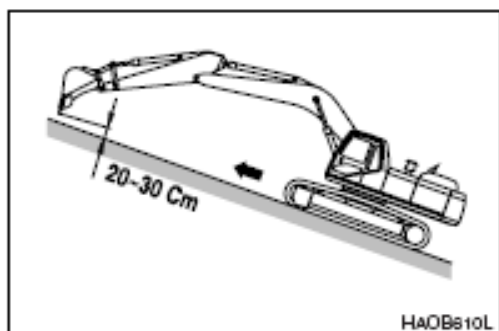
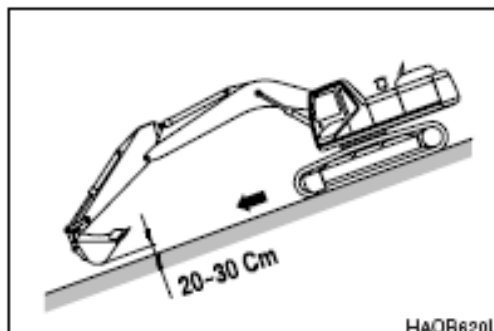

Figura 34
Figura 35
6. Conduzca siempre en línea recta mientras ascienda o descienda por un plano inclinado, nunca lo atraviese diagonalmente. Consulte Figura 34 y Figura 35. Extienda el mango de la cuchara y haga descender el brazo de grúa para mantener la cuchara a una distancia de aproximadamente 20 - 30 cm con respecto al nivel del suelo. Si la máquina empieza a deslizarse o entra en un terreno poco firme, baje la cuchara para equilibrarla y frenar. Si el motor se cala, haga descender la cuchara y asegúrese de que todos los mandos de control estén en neutral antes de volver a poner en marcha el motor.